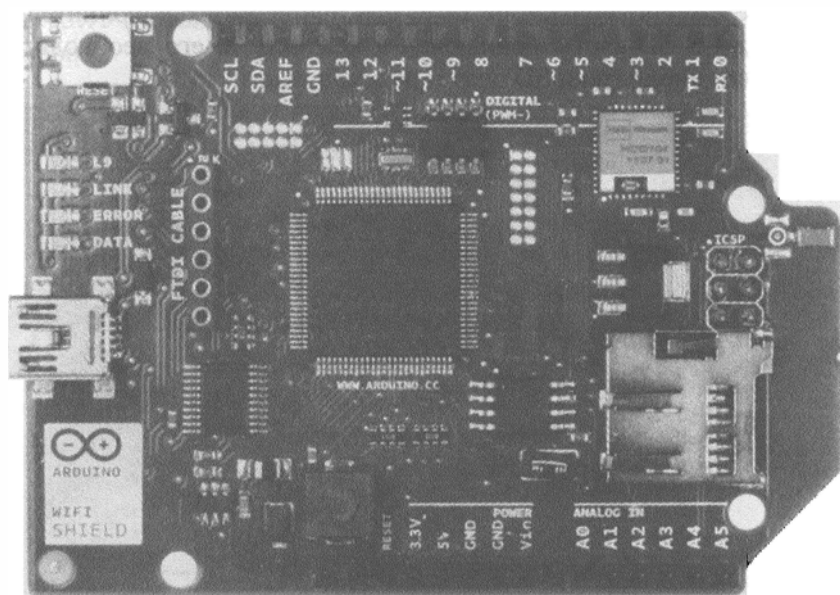

Рис. 13.10. Плата расширения Arduino Wi-Fi SD shield
- ◆ Official Arduino Wi-Fi SD shield (<http://www.exploringarduino.com/parts/arduino-wifi-shield>) (рис. 13.10) также реализует подключение к сети, но через Wi-Fi. SD-карта, как и в Ethernet SD shield, служит для хранения файлов, доступных через сеть. Как и в Ethernet SD shield, Wi-Fi-контроллер для CS исполь-